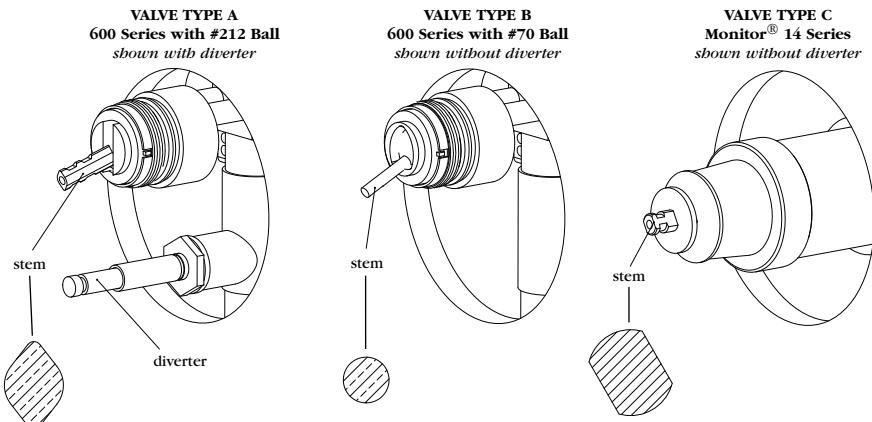

FIGURE 2
- Remove the index button (A) from the old handle (C). Remove handle screw (B) and handle (C).
- Note which valve type is being used. (Fig. 2). Note whether the valve uses a diverter (H).
- Remove dome nut assembly (D). Remove faceplate screws (E). Remove faceplate (F). Slide off body sleeve (G).
## Correct Valve Identification Figure 2
- After the old trim has been removed, refer to Fig. 2 to determine correct valve.
- Retire el botón de índice (A) de las manijas antiguas (C). Retire los tornillos de las manijas (B). Retire las manijas (C).
- Tenga en cuenta qué tipo de válvula utilizará (Fig. 2) Tenga en cuenta si utiliza una válvula con un desviador (H).
- Quite el montaje desde la cúpula de la tuerca (D). Retire los tornillos de la placa frontal (E) y retire la placa frontal (F). Deslice el cuerpo de la manga (G)
- Después de remover las manijas viejas, vea fig. 2 para determinar cuál es la válvula correcta.